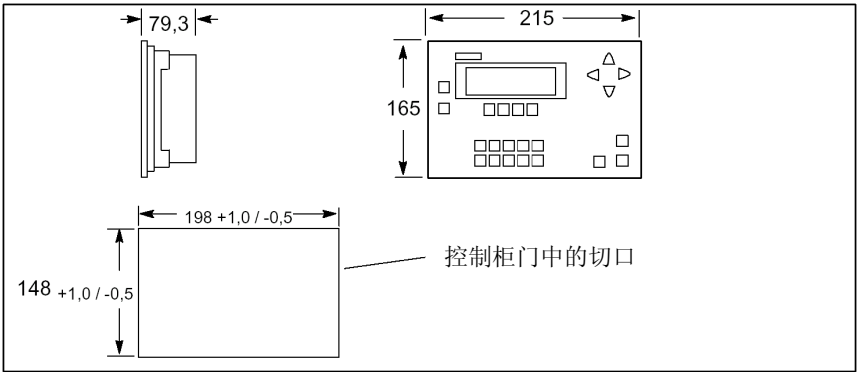

图 2-3 C7-613 的尺寸图([mm])
1.	在控制柜门上开一个切口(尺寸为 198 x 148 +1.0/-0.5 mm)。见图 2-3。